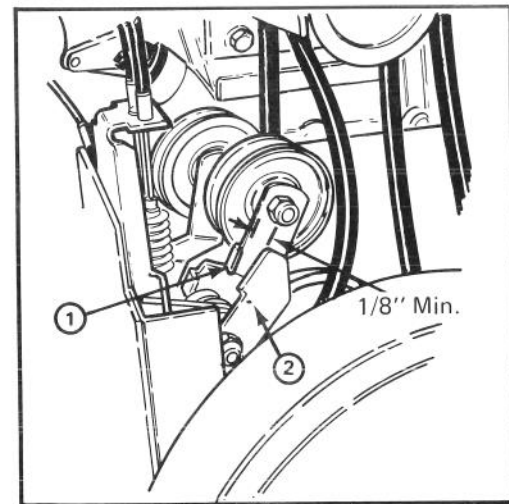

Abbildung 27
2. Leitrad- und Bremseneinstellung überprüfen. Der Mindestabstand zwischen der Zunge am Gebläselenkzwischenhebel und Bremshebel (Abb. 27) sollte 3 mm betragen. Ist der Abstand weniger als 3 mm, ist der Riemen auszutauschen.